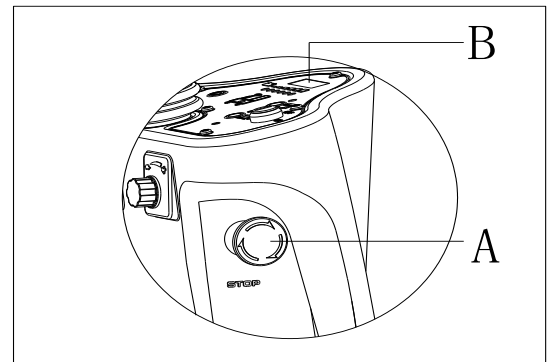

Figura 5
Si ocurre alguna emergencia durante el funcionamiento, pulse el interruptor de emergencia, (A, Figura 5), y todas las funciones de la máquina se detendrán, no se muestra en el panel de control (B, Figura 5)
1. Inserte llave de encendido (40) y gire a "ON".
2. Presione el pedal (6) con el pie hacia adelante para elevar el ensamble del cepillo (11) del suelo.
3. Gire la perilla de ajuste de velocidad (42) al contrario de las agujas del reloj hasta el final.
4. Coloque el cepillo (A, Figura 5) o almohadilla (B, Figura 5) alineado con el soporte del cepillo.
5. Presione el pedal (6) con el pie hacia atrás para bajar el ensamble del cepillo (11). Siéntese en el asiento, presione el botón de cepillo (39) y presione el pedal (23) suavemente, el cepillo/almohadilla puede ensamblarse automáticamente. Repita estos pasos hasta que el cepillo/almohadilla esté instalado.
7. Presione el pedal (6) hacia adelante con el pie para elevar el ensamble del cepillo (11) del suelo, presione el botón para quitar el cepillo (41) para desinstalarlo automáticamente.